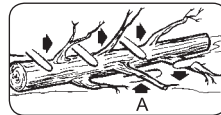

Fig. 15
L'ébranchage est la coupe des branches d'un arbre abattu. Ne coupez pas les branches empêchant le tronc de rouler (A) avant d'avoir découpé le tronc perpendiculairement (Fig. 15).